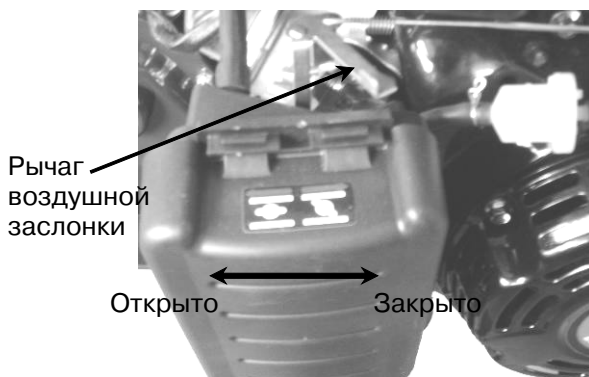

Рис.8
1. Передвиньте рычаг воздушной заслонки в положение CLOSE (закрыто). Рис. 8
Если рычаг воздушной заслонки находится в положении "CLOSE", поверните его в положение "OPEN" после того, как двигатель проработает около 2х минут. ( Рис. 8 )